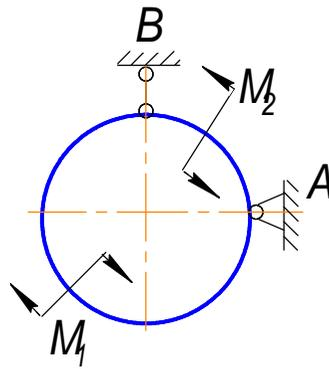

Рис.1.20
1.23. Невесомое кольцо находится под действием двух пар сил с моментами  $M_1$  и  $M_2$ , при этом  $M_2 > M_1$ . Указать направление реакции опоры А (рис.1.20)